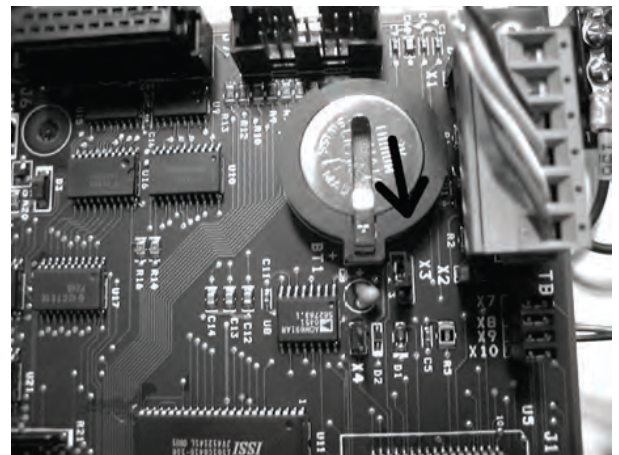

Fig. 7-5
- Localice el puente X3 en el circuito impreso DSS1000-CPU-MTR (ver Fig. 7-5).